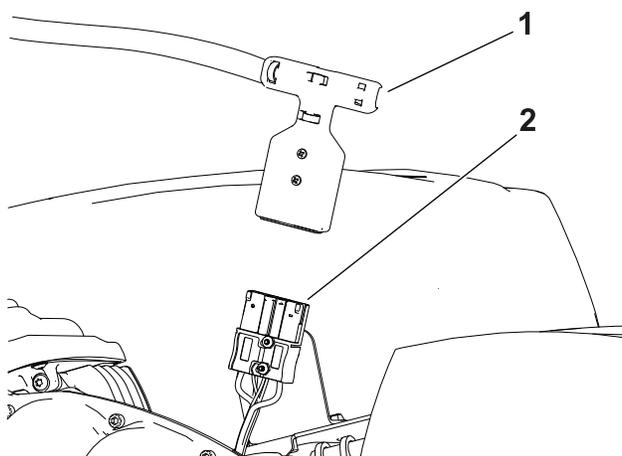

Figura 30
5. Desconecte la batería tirando del conector del asa en T para sacarlo del conector de alimentación principal (Figura 30)